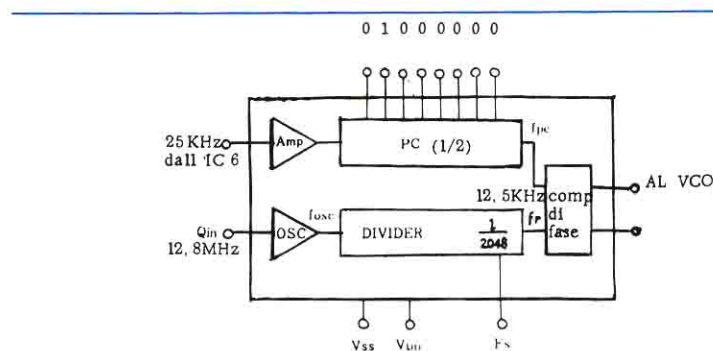

Fig. 9 - Schema dettagliato dell'IC PLL nel SOMMERKAMP TS 802.
1) Osservando lo schema in fig. 9, si nota che le entrate del divisore programmabile del circuito integrato PLL vero e proprio IC 5 non sono controllate dal commutatore canali come suggerito dal costruttore; infatti esso come abbiamo visto, agisce sull'IC 6. Nel nostro caso tali entrate sono collegate in modo che la divisione avviene sempre secondo un modulo fisso, più precisamente per due.